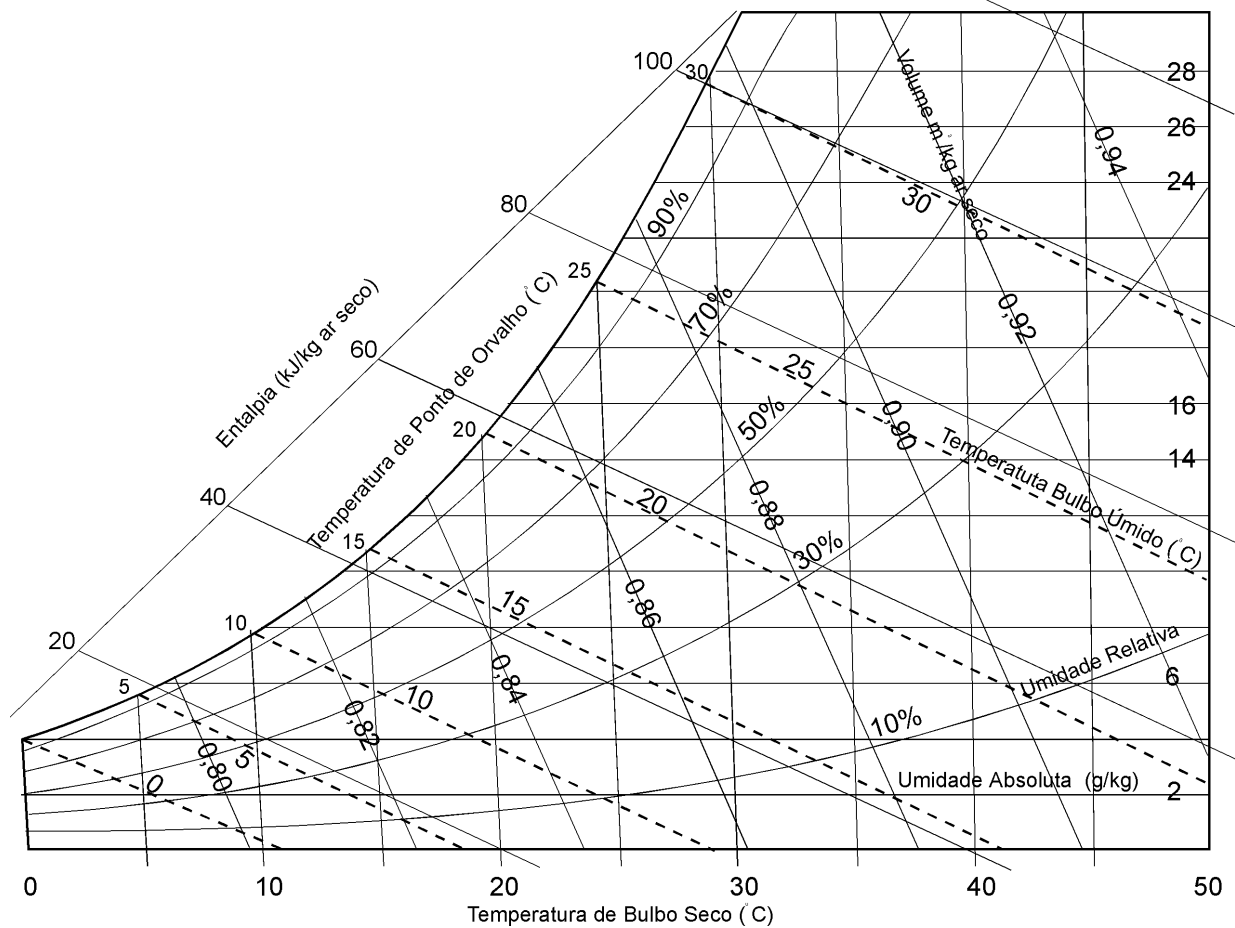

Fig. 1.2.8.2. Carta psicrométrica para temperaturas e pressão normais.
- d) Para termômetro de bulbo úmido descoberto (não protegido) a velocidade do ar deve ser maior que 0,5 m/s. (Fig. 1.2.8.1):